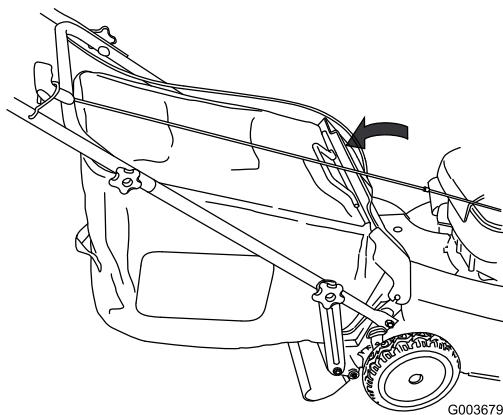

Figure 27
4. Abaissez le volet arrière (Figure 27).